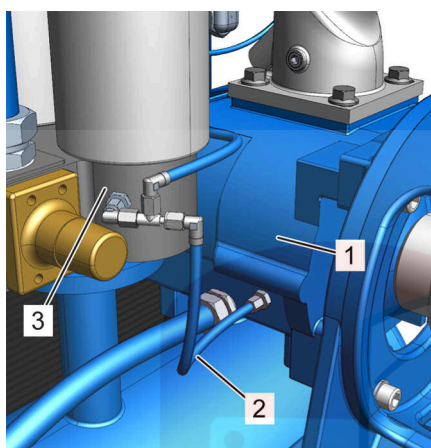

Рис. 47: Обратный трубопровод
- Отсоедините обратный трубопровод (Рис. 47/2) на корпусе сепаратора (Рис. 47/3) и ступени компрессора (Рис. 47/1).
6. Очистите обратный трубопровод (Рис. 47/2) и сопло, при необходимости замените их оригинальными запчастями (↪ Приложение D «Список запчастей» на странице 138).
7. Снова установите сопло и обратный трубопровод (Рис. 47/2) на место и затяните резьбовые соединения (↪ Приложение B «Моменты затяжки винтов» на странице 133).